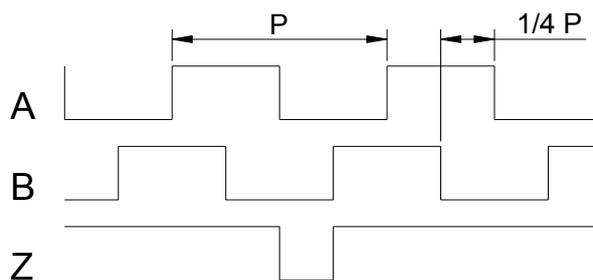

Рис. 5
7.2 Вариант EncD формирует на выходе двухфазный прямоугольный периодический сигнал TTL уровней А и В, плюс, по заказу, дополнительный сигнал абсолютной метки Z (**Рис. 5**).